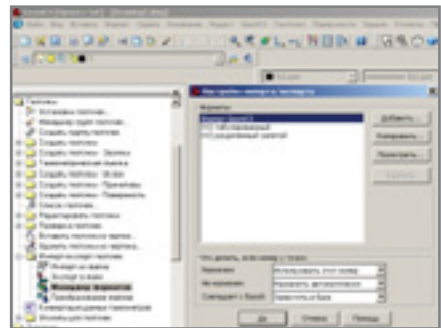

Рис. 25
3. Создаем новый формат для импорта данных из текстового файла, для чего запускаем Менеджер форматов и в появившемся окне нажимаем кнопку *Добавить* (рис. 25).